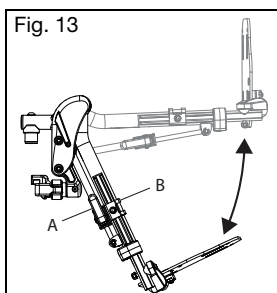

Fig. 13
- Para elevar el apoyapiernas elevable profesional, alce su tubo (Fig. 13:A) al ángulo de elevación deseado.
- Para bajar el apoyapiernas elevable profesional, mantenga presionado el bloqueo de la palanca (Fig. 13:B) mientras empuja el tubo del apoyapiernas (Fig. 13:A) hacia abajo.